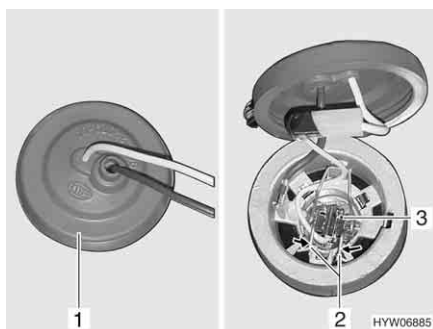

Fig. 266 Faro (vista dall'interno)
- Afferrare dietro il faro e togliere il copripolvere di gomma dall'involucro la lampada (Fig. 266,1).
- Stringere la staffa di metallo (Fig. 266,2) ed estrarla dal supporto.
- Estrarre dall'involucro la lampada ad incandescenza (Fig. 266,3) con il cavo.